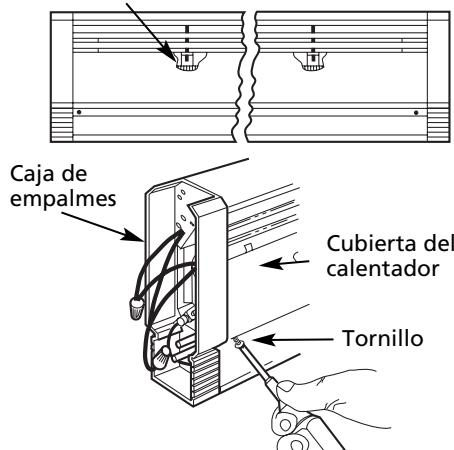

Figura 5 – Desmontaje de la Cubierta Delantera
4. Extraiga los tornillos en las esquinas inferiores del calentador y retire la cubierta delantera del calentador. Tire de la parte inferior de la cubierta hacia afuera y levante la parte superior de la cubierta de la caja de empalmes. Repita el procedimiento para el otro extremo. Desenganche del soporte central y de los soportes intermedios la parte superior de la cubierta. Consulte la Figura 5.
AVISO: Si la aspiradora no limpia bien el polvo, es posible que sea necesario desmontar la cubierta delantera para tener acceso a los elementos. Si es necesario hacer esto, desconecte la alimentación para el calentador y siga los pasos mostrados en la Figura 5. Tenga cuidado de no dañar las aletas del elemento de calefacción.